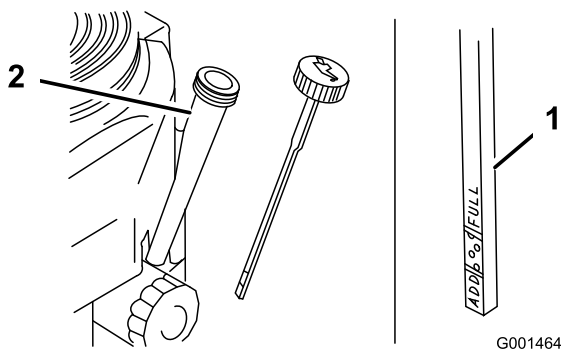

Figure 34
4. Nettoyez la surface autour de la jauge d'huile (Figure 34) pour éviter de faire tomber des impuretés dans l'orifice de remplissage, ce qui endommagerait le moteur.
5. Retirez la jauge d'huile et essuyez soigneusement son extrémité (Figure 34).
6. Remettez la jauge au fond du tube de remplissage, mais sans la visser (Figure 34).
8. Versez avec précaution environ 80 % de la quantité d'huile spécifiée dans le goulot de remplissage (Figure 34).